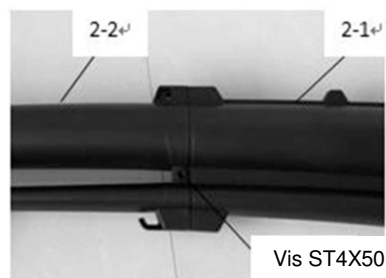
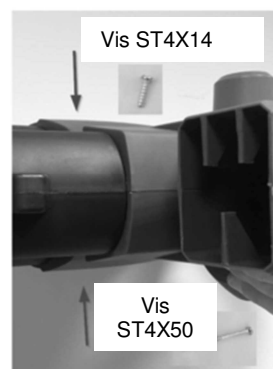

Fig. 3
Fig. 4
Assemblage (Fig. 3 et Fig. 4)
1. Sortez les **deux** tubes de soufflage/aspiration, **un** corps de souffleuse/aspirateur, **trois** vis dans le sac manuel de l'emballage, l'utilisateur doit assembler le tube 2-2 par force dans le tube 2-1. Serrez bien les vis de façon à obtenir un assemblage solide. Veuillez consulter la **Fig. 3** et placer le tube complet dans le corps de la machine et le fixer avec deux autres vis fournies, voir **Fig. 4**. Veuillez noter qu'il y a une vis courte spéciale et une vis longue normale.